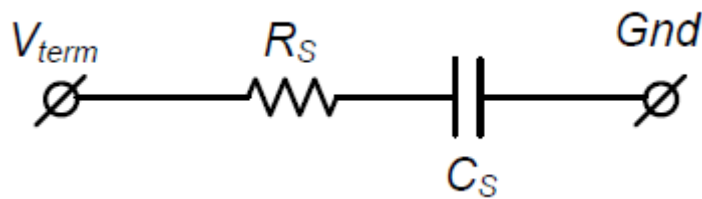

图 1. 低频 RC 电池模型
电池电量监测计使用电流和电压测量值计算基本参数，例如荷电状态、运行状况和剩余容量。传统的基于 Impedance Track™ 技术的电池电量计假设电池负载变化缓慢，这样可以在电池放电时进行精确的电阻测量，从而计算高精度的实时荷电状态预测。将电池建模为低频电阻电容 (RC) 模型（如图 1 所示）足以应对这些缓慢变化的电池负载。然而，具有可变或高频负载电流的新型应用需要更全面的模型和自适应算法，以便保持准确的荷电状态估算。